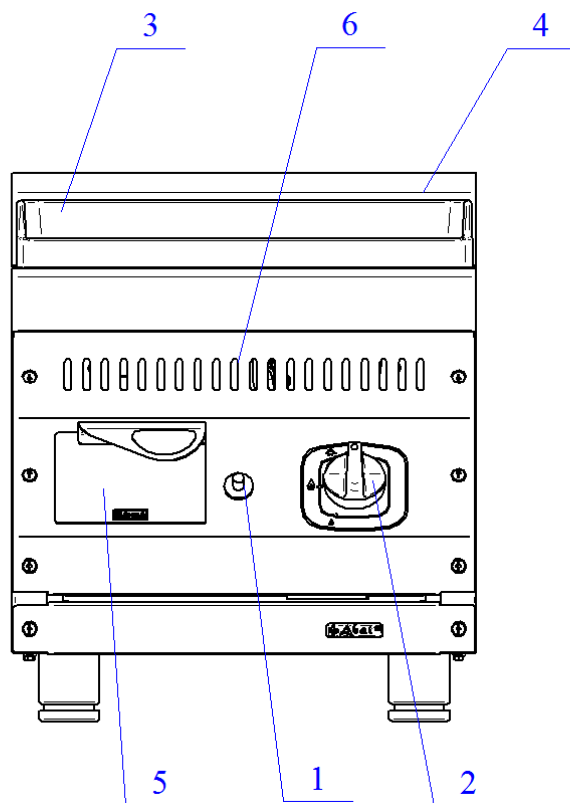

Рис. 1. Аппарат газовый
4.1. Устройство аппарата газового показано на рис.1.
Нажмите на ручку крана горелки и поверните ее против часовой стрелки, установив символ искры зажигания ★ напротив метки на панели управления (рис. 2а). Нажав до упора, одновременно произведите поджог газа при помощи пьезорозжига. Удерживайте ручку крана в течение не менее 15 секунд, после чего отпустите. После проведения вышеуказанных операций необходимо проконтролировать наличие горения газа, для чего необходимо посмотреть в смотровое окно б (рис.1), в котором можно наблюдать наличие пламени. Пламя должно быть устойчивым. Если пламя не горит, повторите операцию.